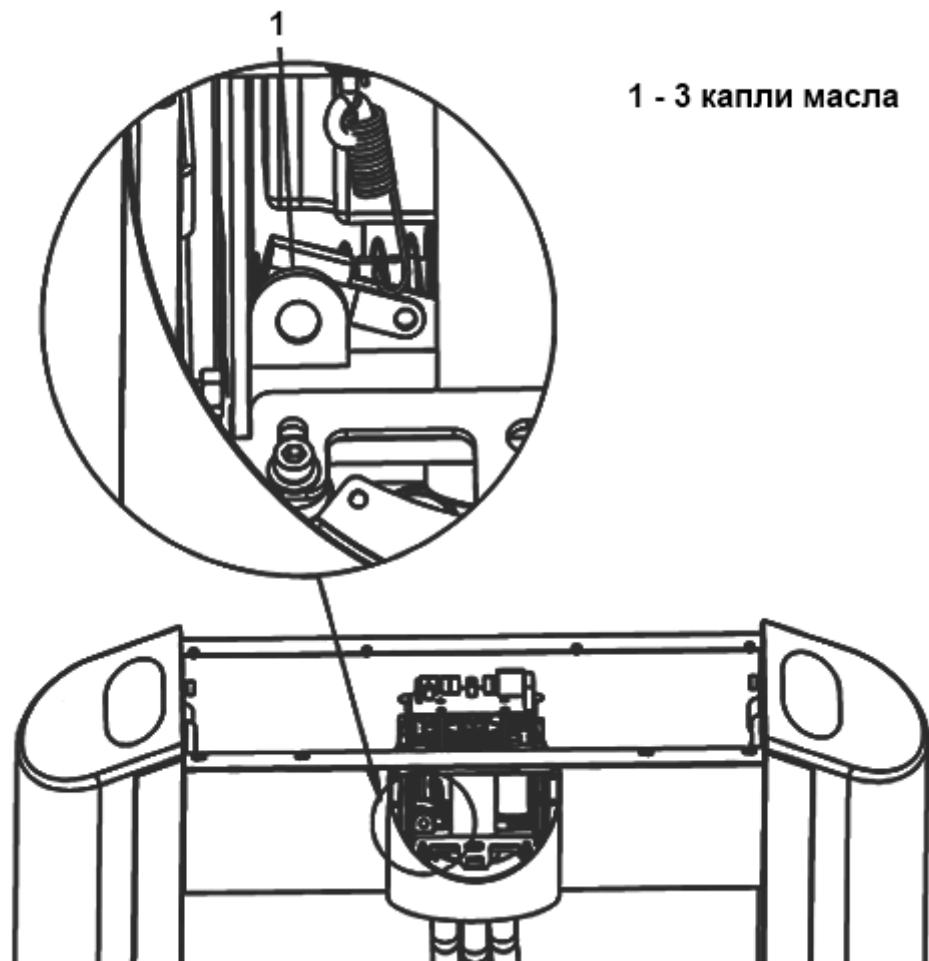

Рисунок 19 – Ось вращения рычага ролика
3.7.2 Рисунок 19 – смазать ось вращения рычага ролика.
Элементы этого узла расположены за рычагом ролика (Рисунок 19 – рычаг ролика).